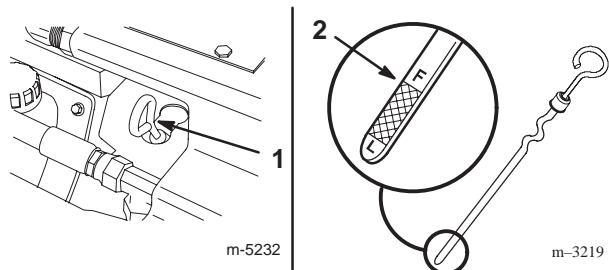

Bild 4
4. Reinigen Sie den Bereich um den Ölpeilstab (Bild 4).
5. Ziehen Sie den Peilstab heraus und wischen Sie das Metallende ab (Bild 4).
6. Schrauben Sie den Ölpeilstab vollständig in das Peilstabrohr (Bild 4).